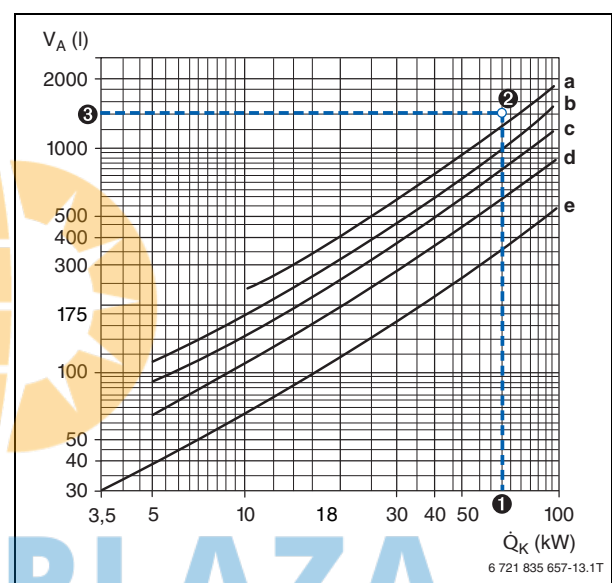

Bild 17 Anhaltswerte für den durchschnittlichen Wassereintrag von Heizungsanlagen (nach ZVH-Richtlinie 12.02)
In Abhängigkeit von verschiedenen Parametern der Heizungsanlage lässt sich das Anlagenvolumen aus Bild 17 ablesen.
(→ Bild 17, Kurve a)
Das nach Punkt ③ aus dem Bild 17 abgelesene Anlagenvolumen muss kleiner sein als das maximal zulässige Anlagenvolumen ④. Trifft das nicht zu, ist ein größeres Ausdehnungsgefäß zu wählen.
- ① Vorlauftemperatur (→ Tabelle 9): $\vartheta_V = \leq 50^\circ\text{C}$
- ② Vordruck des AG (→ Tabelle 9): $p_0 = 1,5\text{ bar}$
- ③ Anlagenvolumen (→ Bild 17): $V_A = 1400\text{ l}$
- ④ Erforderlich ist ein AG mit 80 l Inhalt (→ Tabelle 9), weil hierfür das nach Bild 17 ermittelte Anlagenvolumen ③ kleiner als das maximal zulässige Anlagenvolumen ist.